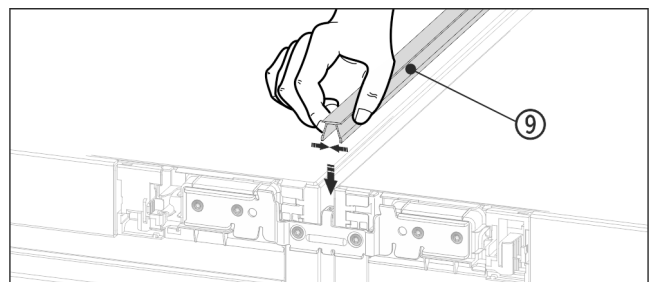

Fig. 20
- Augšpusē iespiediet īso seglīsti Fig. 20 (9) horizontālajā gropē.